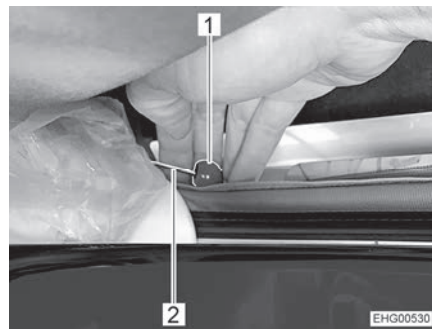

Bild 48 Nödupplåsning
- Dra i den röda knappen (Bild 48,1) på kabeln (Bild 48,2) på båda sidor.